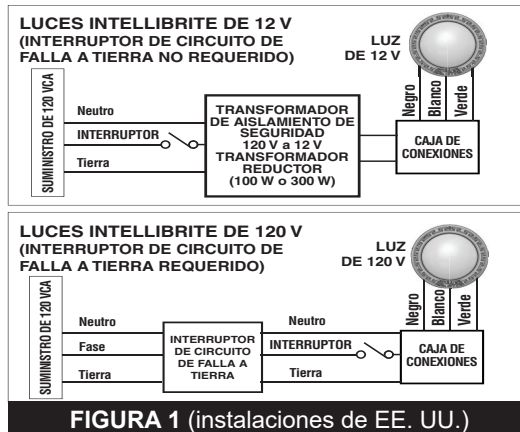

FIGURA 1 (instalaciones de EE. UU.)
- **Las luces de 120 V DEBEN CONECTARSE a un interruptor de circuito de falla a tierra (GFCI) con un interruptor diferencial con la capacidad adecuada.** Véase la FIGURA 1 (instalaciones de EE. UU.) a continuación.